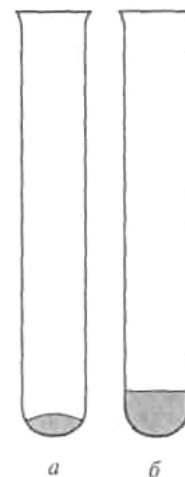

Рис. 7. Рекомендуемые количества реагентов для проведения качественных опытов: а) – твердое вещество; б) – раствор
12. При проведении качественных опытов сухое вещество берут в количестве, закрывающем дно пробирки, а раствор около 1 – 2 мл (рис. 7.).